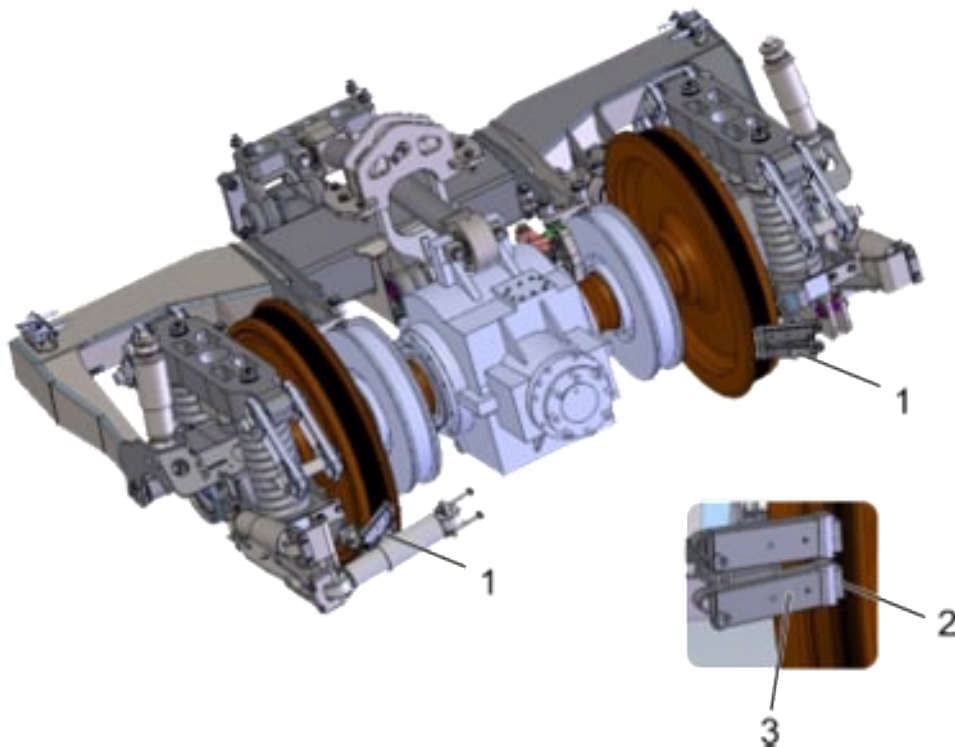

Abb. 12: Spurkranzschmieranlage
Es wird ein Festschmierstoffsystem mit Schmierstiften, siehe Abb. 12 (2) verwendet. An jedem Rad sind zwei Stiftträger (3) eingebaut.